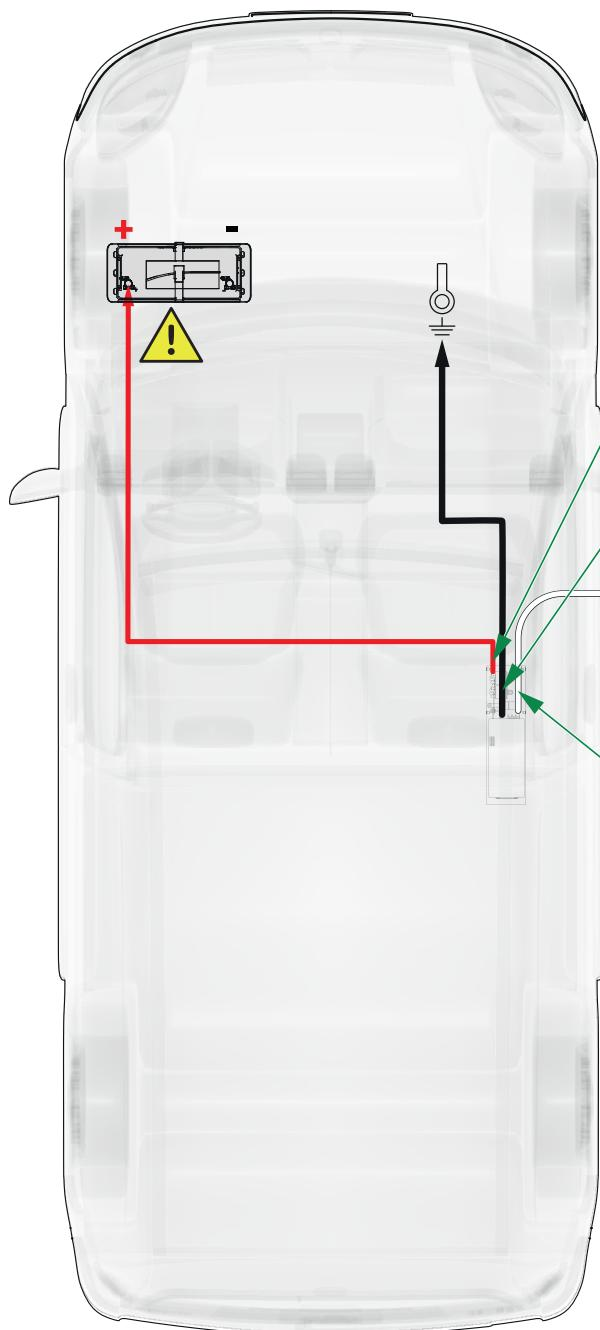
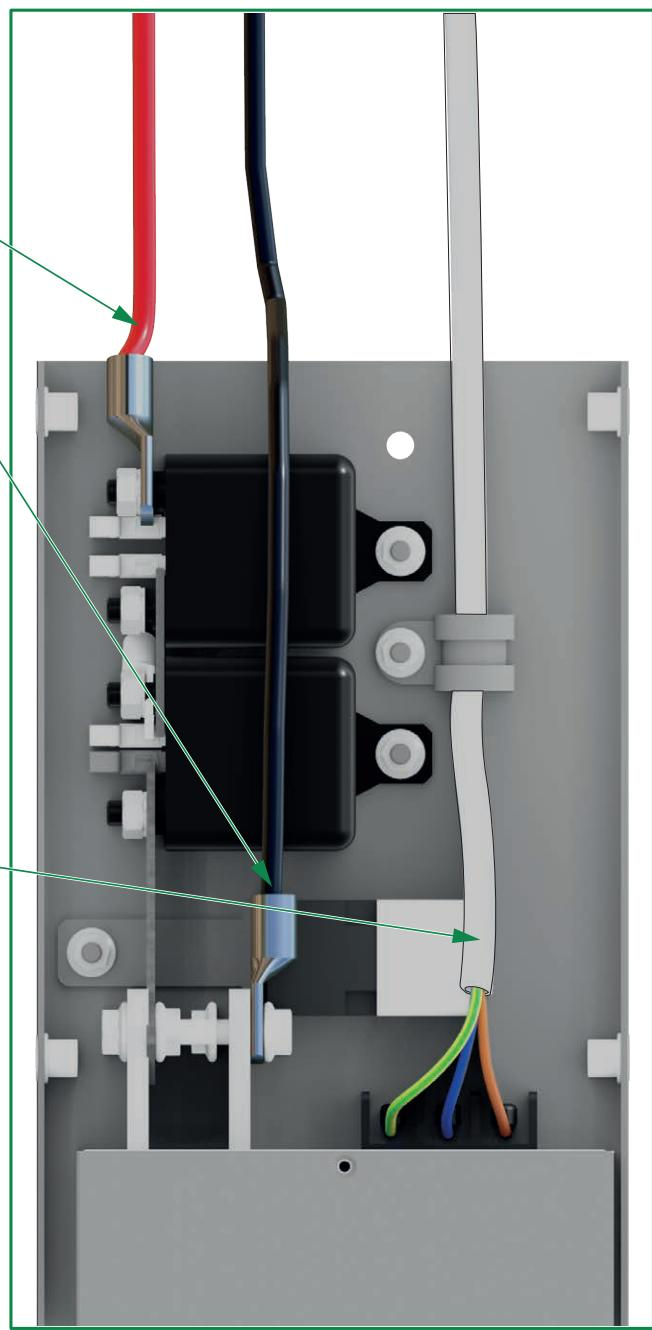

Fig.6
Fig.7
Collegare il cavo +12V di potenza rosso (**Rif.4**) proveniente dall'alimentatore Stand-by al polo positivo della batteria / alternatore del veicolo (**Fig.6 - Fig.7**). Successivamente collegare il cavo negativo nero (**Rif.2**) al telaio del veicolo (**Fig.6 - Fig.7**).
*Connect the +12V power cable red (**Ref.4**) coming from power supply to the positive pole of the battery/alternator of the vehicle (**Fig.6 - Fig.7**); Then connect the negative cable black (**Ref.2**) to the vehicle chassis (**Fig.6 - Fig.7**). Connect the supplied plug to the power cable (**Ref.1**).*